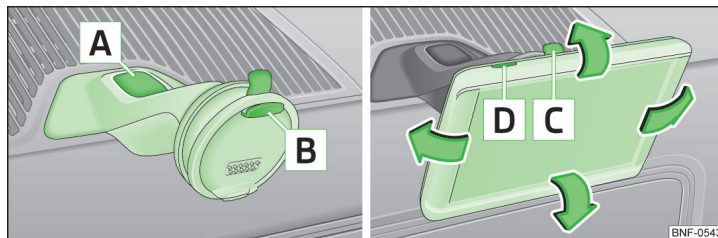

Fig. 77 Holder til multifunktionssystem / Multifunktionssystem
- › Sæt først multifunktionssystemet ind i den øverste del af holderen  » Fig. 77, og tryk det ind i den nederste del af holderen, indtil det går i hak » .
- › Du kan indstille hældningen let til den ønskede position ved at bevæge multifunktionssystemet i pilenes retning » Fig. 77 » .
- › Tryk på udløserknappen  » Fig. 77 med den anden hånd, og tag systemet ud.
- › Tryk på udløserknappen  » Fig. 77 med den anden hånd.
- › Tilslut multifunktionssystemet ved at trykke på knappen  » Fig. 77.